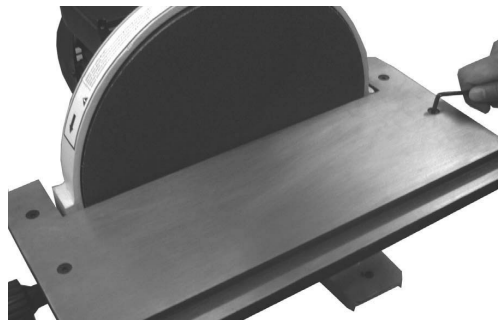

Fig. 04
3. Upprätthåll alltid ett mellanrum på ca 1/16" (16 mm) mellan bordskanten och skivan. Om justeringar är nödvändiga lossar du på de fyra bultarna (fig. 04) och flyttar bordet i position.